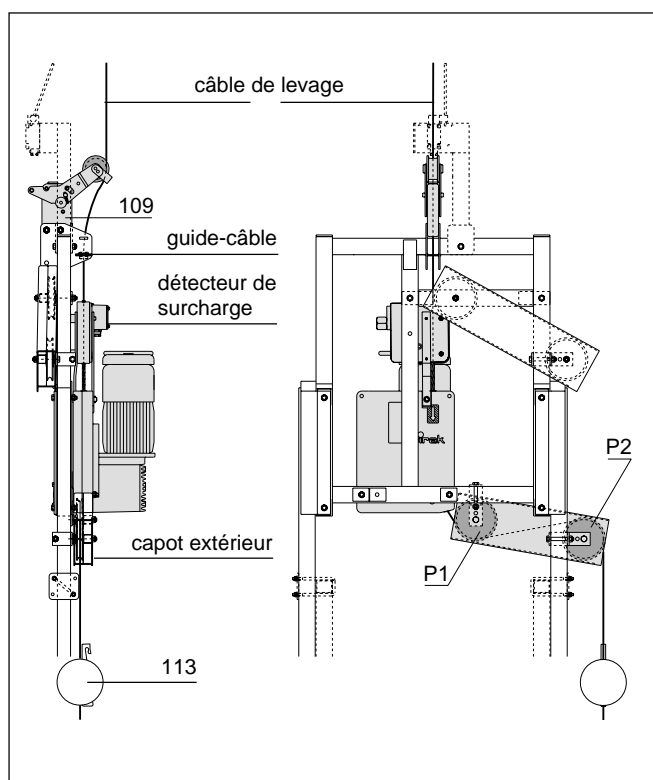

Fig. 1.30
c) . . . sur les étriers cadres (Fig. 1.30)
- Passer le câble de levage (151) sur le galet du levier BLOCSTOP (109) et par le guide câble.
- Pousser le bouton MONTEE (43) et continuer à pousser le câble à la main jusqu'à ce qu'il sorte du treuil par la buse en bas du carter. Laisser sortir le câble du treuil d'environ 1,5 m.
- Accrocher un lest (113) à chaque câble de levage, à environ 20 cm au-dessus du sol.